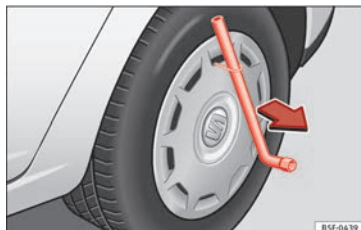

Fig. 61 Retirar el embellecedor integral.
- Retire el embellecedor integral de la rueda con el gancho de alambre » » fig. 61.